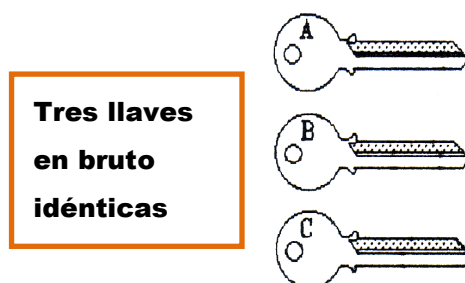

Figura 31
- 3) Necesitará tres llaves de serreta en bruto idénticas. Le recomendamos que las etiquete (por ejemplo con A, B y C. Ver figura 31). Nota: a pesar de que el carro derecho está diseñado para duplicar llaves de gorja y especiales, el calibrado del palpador se realiza con llaves de serreta.